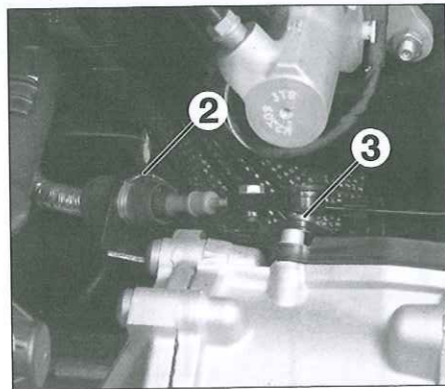

Fig. 3
- Desmontar (Fig.3):
- la grapa (2),
- el cable de mando de la rótula (3).